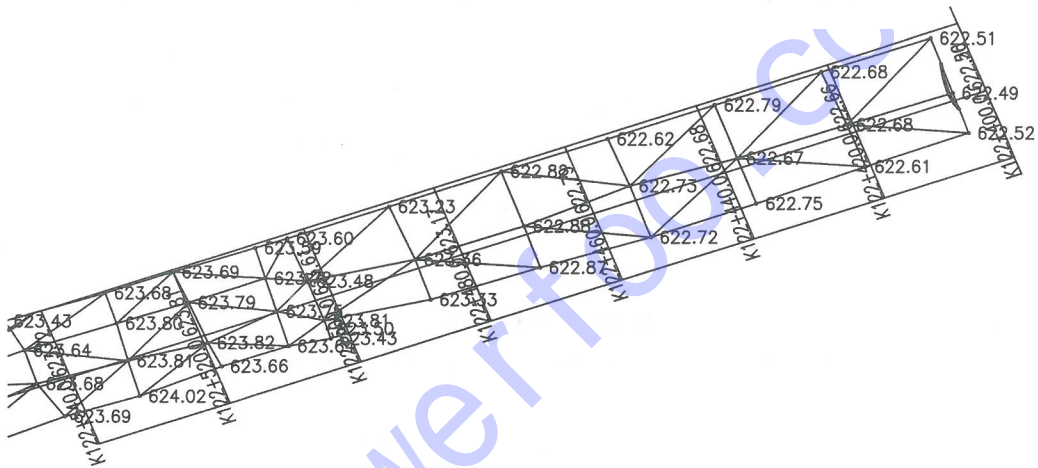

图3 收方数据平面图
(3)利用 CASS 将野外采集到的数据成图、按设计桩号切断面并生成“里程文件.hdm”的里程文件(图3)。